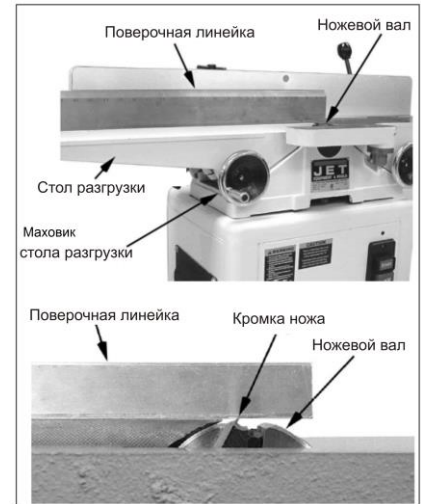

Рис. 28
3. Поместите стальную поверочную линейку на стол разгрузки и пропустите ее над ножевым валом (Рис. 28).
6. Поднимите или опустите стол разгрузки до тех пор, пока поверочная линейка не будет касаться кромки ножа, как показано на Рис. 28. Используя приводной ремень или шкив, слегка прокрутите ножевой вал, чтобы убедиться, что кромка ножа только слегка касается поверочной линейки.